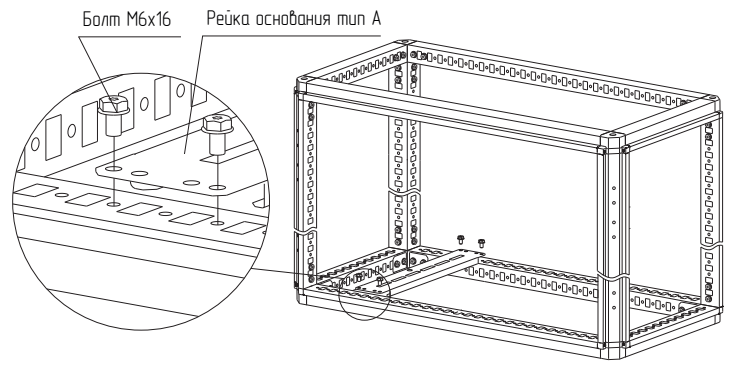

Рисунок 30
4.17.2 Установите рейку на несущий профиль основания или крыши на нужной ширине или глубине и закрепите болтами М6×16 (рисунок 30). Момент затяжки – 7 Н·м. Болты приобретаются отдельно.